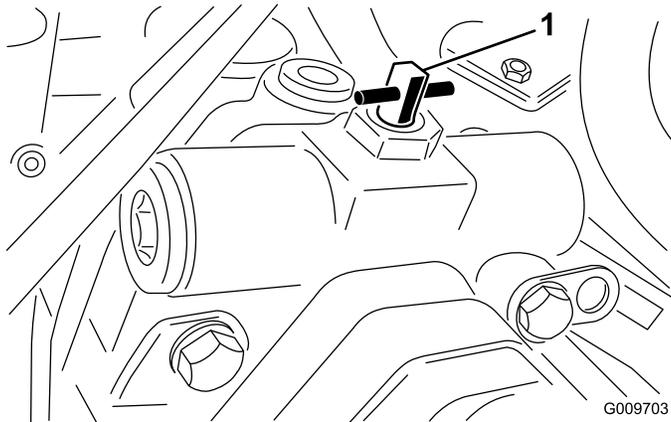

Figura 43
2. Gire la válvula auxiliar 90° (1/4 de vuelta) en cualquier sentido para abrirla y dejar pasar el aceite internamente (Figura 43). Puesto que el aceite se desvía, la máquina puede ser movida lentamente sin dañar la transmisión. Observe la posición de la válvula al abrirla o cerrarla.